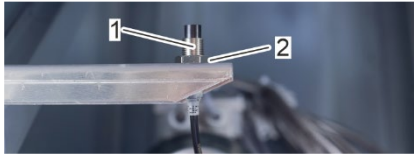

Abbildung 75: Kontermutter
7. Schrauben Sie die Kontermutter (Abbildung 75/2) auf das Gewinde des Taktsensors (Abbildung 75/1).
9. Stellen Sie den Taktsensor (Abbildung 77/2) über die Muttern (Abbildung 77/3 und Abbildung 75/2) so ein, dass der erforderliche Schaltabstand von 10 - 20 mm zwischen Taktsensor (Abbildung 77/2) und Kontaktgeber (Abbildung 77/1) eingehalten wird.